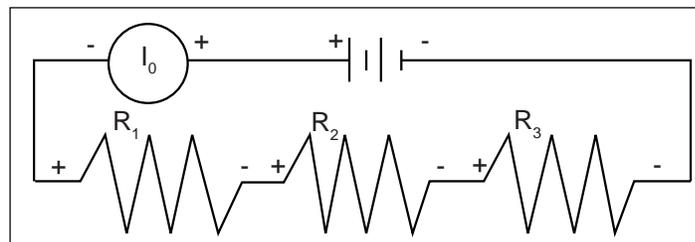

Рисунок 6.2
- ② Теперь поменяйте настройки в ЦММ таким образом, чтобы он мог измерять силу тока. Необходимо использовать шкалу с максимальным значением 200 мА. Соблюдайте полярность (красный провод — «+», чёрный провод — «-»). Для измерения силы тока необходимо разорвать цепь и обеспечить прохождение тока через измерительный прибор. Отсоедините питающий провод от положительной клеммы аккумулятора и подсоедините его к красному выходу (+) прибора. Подсоедините чёрный провод («-») к R_1 в том месте, где изначально был подсоединен питающий провод. Занесите показания в таблицу как I_0 (см. рисунок 6.2).